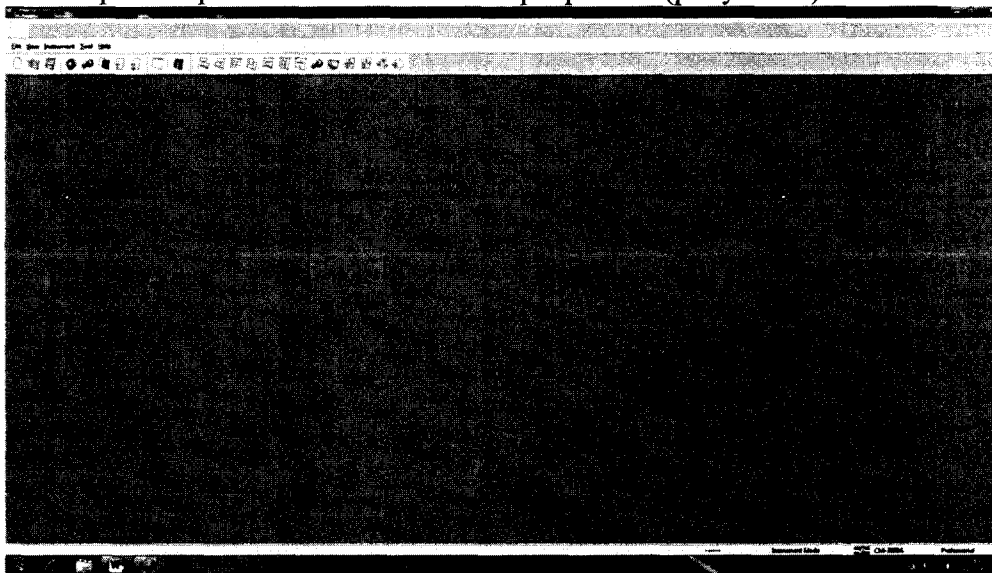
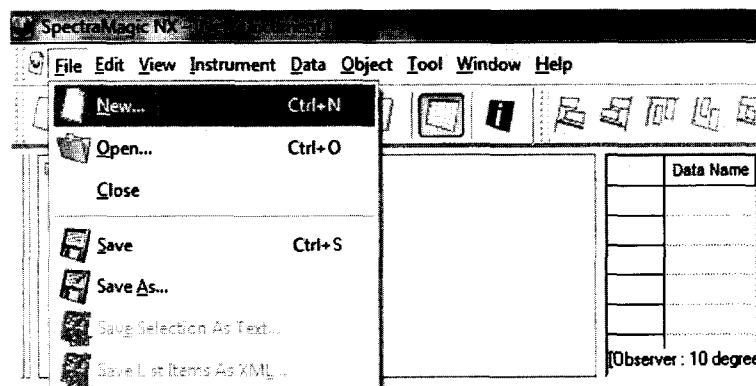

Рисунок 1
Рисунок 2
8.2.1.1 Для измерений на моделях СМ-3600А, СМ-3610А, СМ-3630, СМ-3700А необходимо запустить программное обеспечение, кликнув два раза на значке на рабочем столе компьютера. Откроется основное окно программы (рисунок 1).
8.2.1.3 Провести калибровку спектрофотометра при поверке на отражение. Для этого после установления связи со спектрофотометром откройте главное окно программы (рисунок 1) и создайте новое измерение. Для этого открываем закладку File – New (рисунок 2).
8.2.1.6 Провести калибровку спектрофотометра при поверке на пропускание. Для этого после установления связи со спектрофотометром откройте главное окно программы (рисунок 1) и создайте новое измерение. Для этого открываем закладку File – New (рисунок 2).